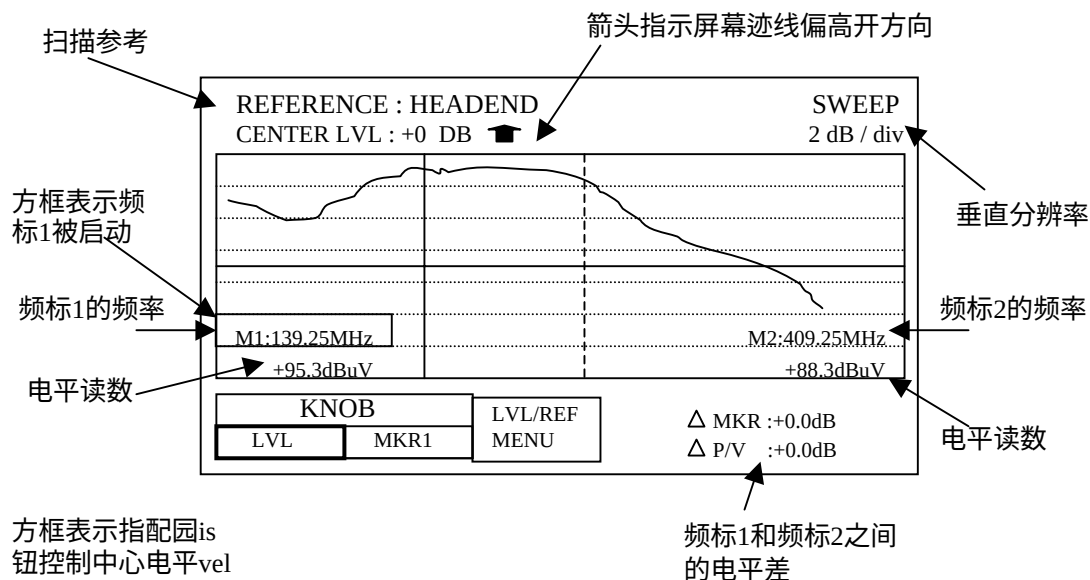

图2-16：扫描显示
按下前面板SWEEP键，即可得到如图2-16所示的扫描显示。仪器的工作方式（SWEEP）显示在屏幕的右上角。表2-10列出了扫描方式中各有效键的作用。
1.扫描线居中——如果扫描迹线偏离屏幕，则CENTR LVL（中心电平）读数附近的箭头指出迹线位置偏离的方向（见图2-16）